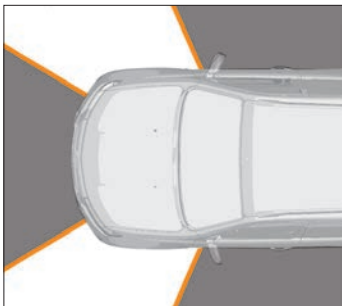

Рис. 2.12. Зоны срабатывания подушек безопасности
- в зонах действия, показанных на рис. 2.12, выделены цветом.